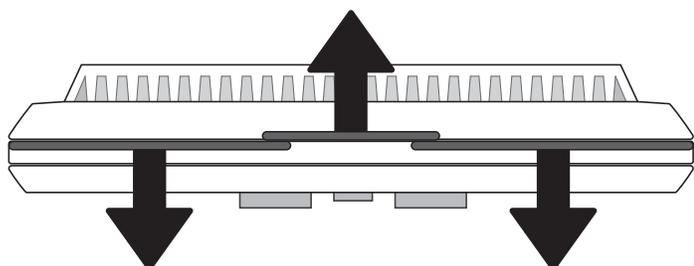

Figure 23.1
1. Séparez le corps du thermostat de la plaque de fixation en le tirant doucement (**Figure 23.1**)